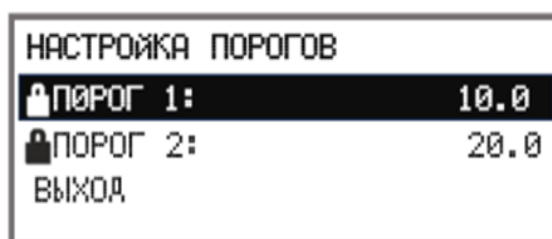

Рисунок 50 – Настройка порогов
4) В подменю «Настройка порогов» можно изменить значения порогов срабатывания (см. рисунок 50).